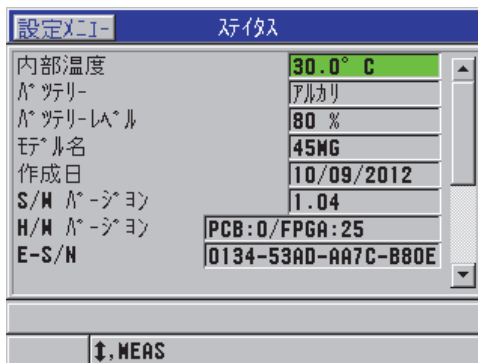

図 12-5 ステータス画面の例
2. **SP**メニュー（45ページの図 4-2を参照）で、ステータス（211ページの図 12-5を参照）を選択します。